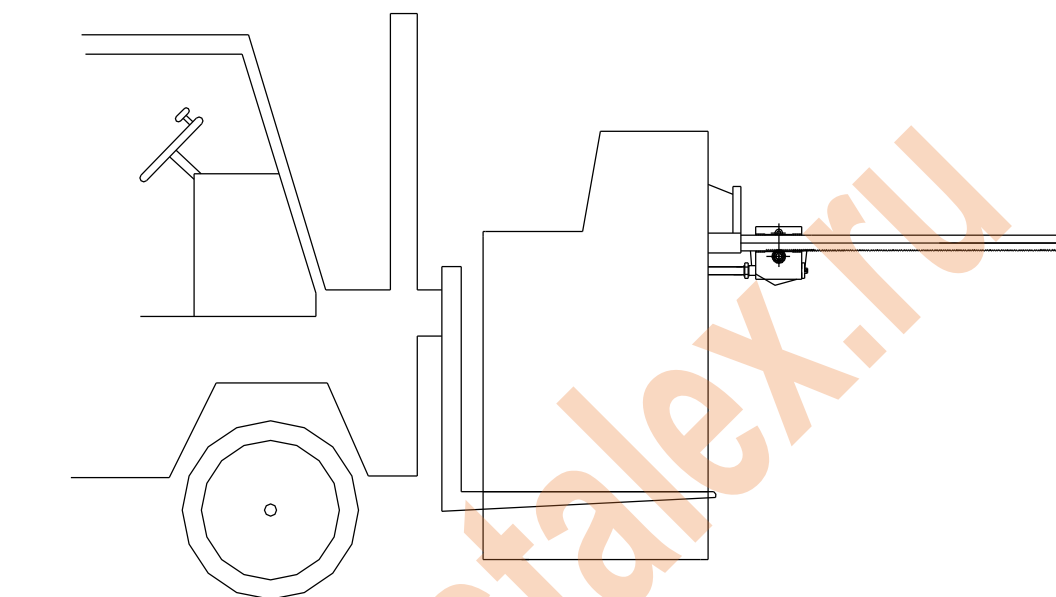

Рисунок 1
- 1) Транспортировка: сохраняйте равновесие при транспортировке станка. При использовании автопогрузчика придерживайтесь схемы на рис. 1.